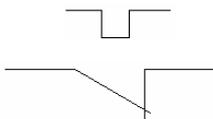

图 11-52 修剪直线
(4) 修剪直线。单击“修改”工具栏中的“修剪”按钮, 将多余的直线修剪掉, 修剪结果如图 11-52 所示。